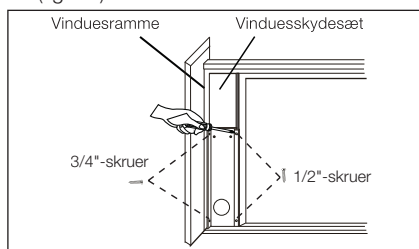

Fig. 20
3. Luk skydevinduet fast mod vinduesskydesættet. (fig. 20)
4. Skru to 1/2"-skruer fast for at fastgøre vinduesskydesættet til skydevinduet. (fig. 20)
5. Skru to 3/4"-skruer fast for at fastgøre vinduesskydesættet til vinduesrammen. (fig. 20)